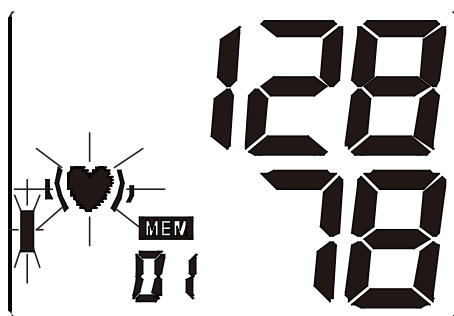
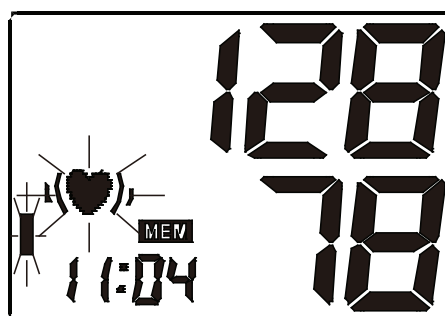
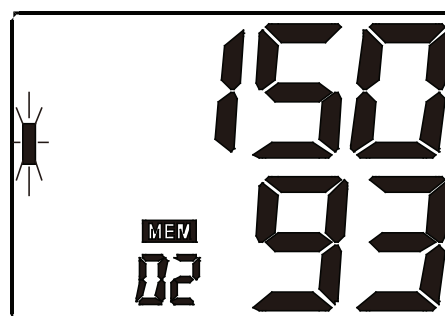

Figura 7-6
Figura 7-7
Figura 7-9
- d. Enquanto o valor médio é visualizado, pressionar o botão “MEM” para visualizar o resultado mais recente. Ver figura 7-6. Sucessivamente, a tela mostrará a pressão sanguínea e a frequência cardíaca separadamente. Se for identificado um batimento irregular, a tela iniciará a piscar. Ver figura 7-7 & 7-8. Pressionar novamente o botão “MEM” para rever o resultado sucessivo. Ver figura 7-9. Deste modo, pressionando repetidamente o botão “MEM” se obtém a visualização dos respectivos valores medidos anteriormente.